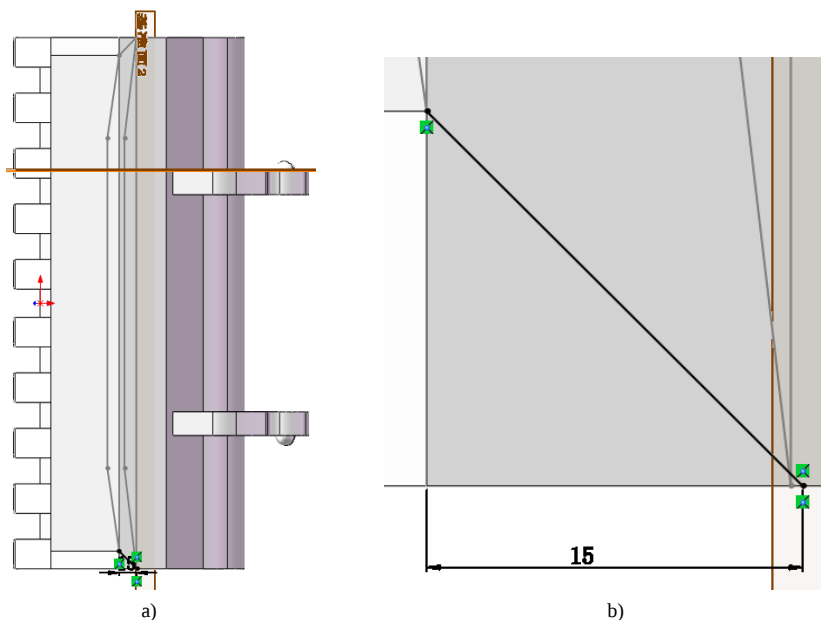

图 13-219 绘制放样草图 3
(17) 绘制放样草图 3。在视图中用鼠标选择实体上表面作为绘制图形的基准面。单击“草图”工具栏中的 $\square$ （直线）按钮，连接两个草图的一端端点，如图 13-219 所示，单击 $\square$ （退出草图）按钮，退出草图。